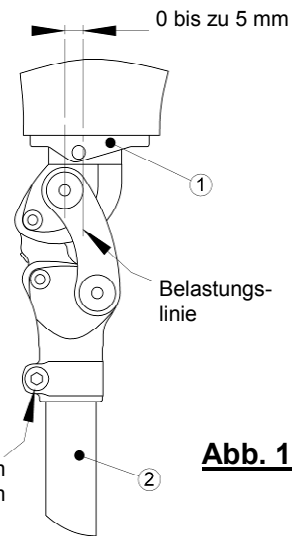

Abb. 1
B) VERBINDUNGEN (Abb. 1)
C) AUSRICHTUNG (Abb. 1)